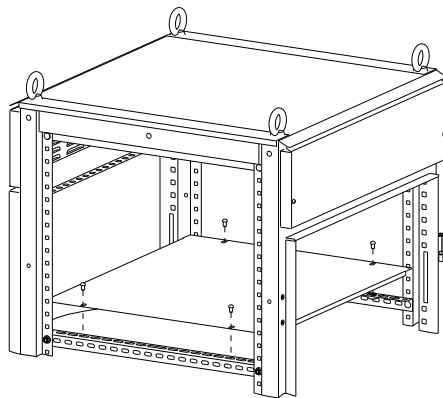

Рисунок 28
14.2 Положите Полку на Уголки для оборудования и закрепите винтами М6×10 (рисунок 28). Момент затяжки 5 Н·м.